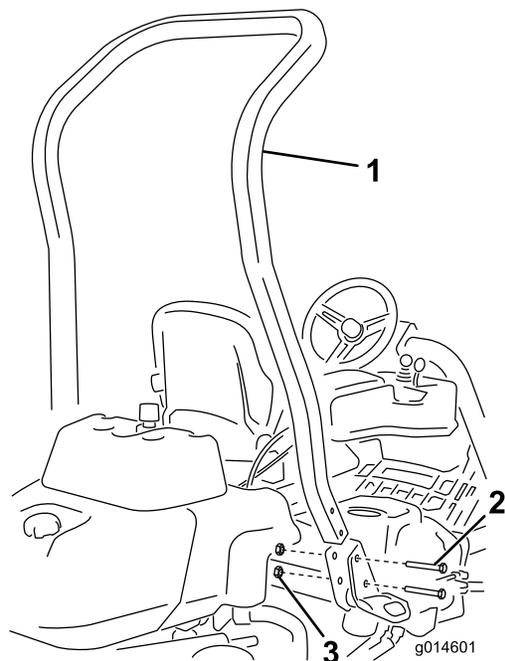

Рисунок 3
3. Установите дугу защиты при опрокидывании в гнезда на каждой стороне машины, используя 4 болта на 1/2 x 3-3/4 дюйма и 4 гайки с буртиком (1/2 дюйма) (Рисунок 3)